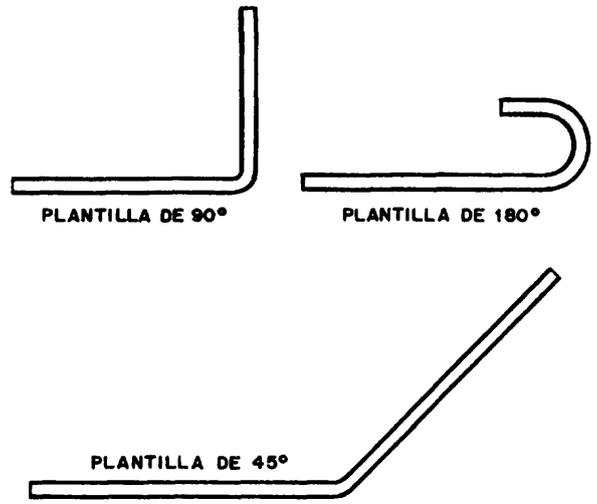

Fig. 1
*Para comprobación de dobleces (fig. 1).*